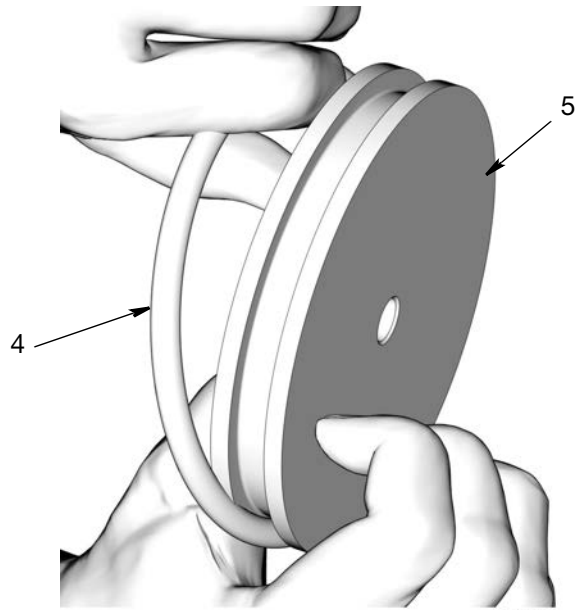

FIG. 24
c. Retirer le joint torique (4) du piston (5) (FIG. 24).